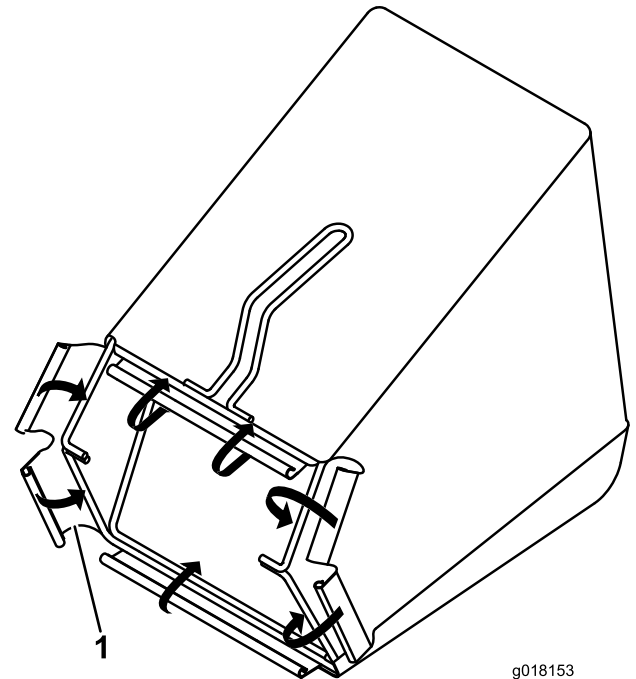

Figure 5
2. Fixez les attaches en plastique au bâti du bac à herbe (Figure 5).